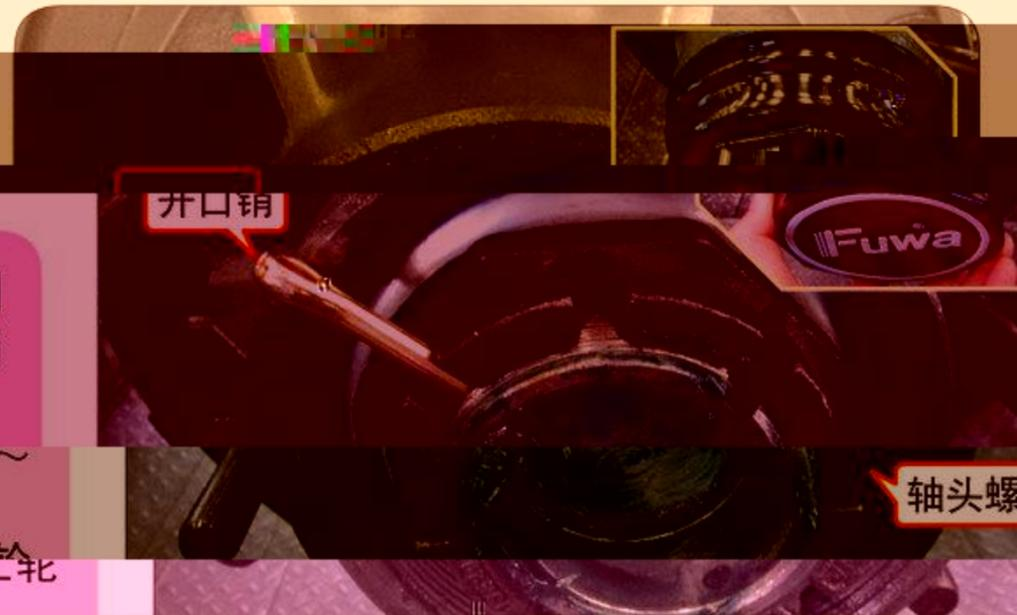

图19
①松开轮毂盖(丢弃旧的密封圈)；
②拆下轴头开口销(开口销属于易损件，每次拆卸后须更换新件)；
③使用专用工具将轴头螺母扳手在轴头螺母的轴向行程增加至螺母拧紧扭矩为300~400N·m(图19)。若没有专用的扭力扳手，也可以手感拧紧，以转动稍有制动感为止；